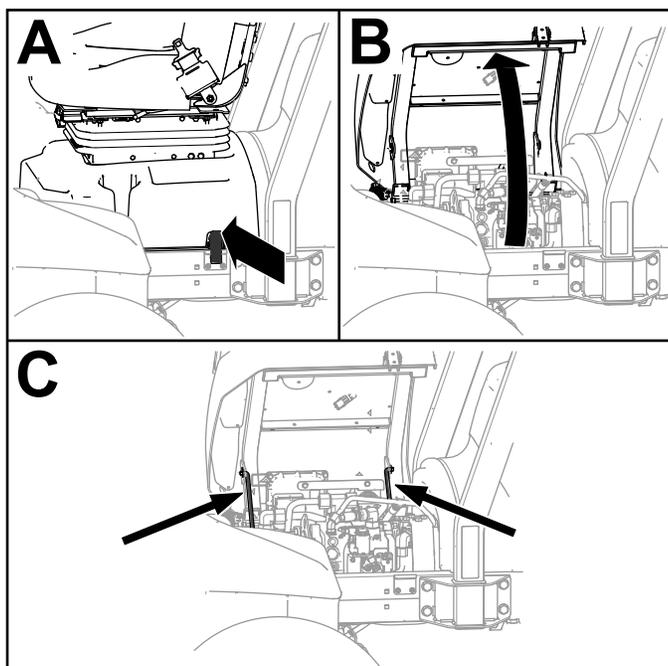

Рисунок 134
2. Разблокируйте основание сиденья, наклоните основание сиденья в открытое положение и зафиксируйте опорными стойками (Рисунок 134).